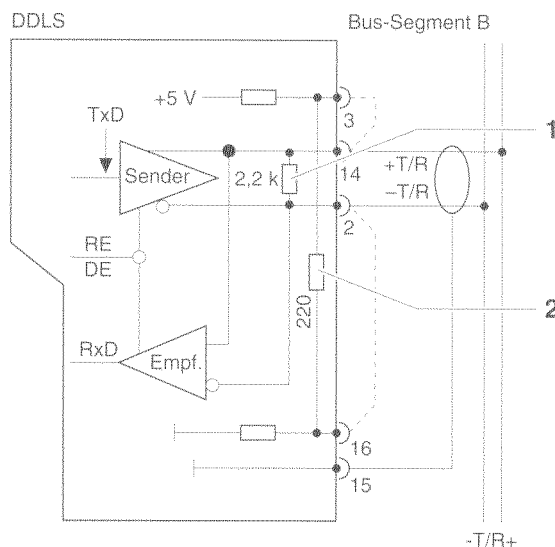

Bild 35 Abschlußwiderstand
Ausgangswiderstand Ausgangswiderstand (1) des RS-485-Schnittstellenmoduls: 2,2 k Ω (siehe Bild 35).
Abschlußwiderstand Mit dem Einsetzen der Brücken wird gleichzeitig ein Abschlußwiderstand (2) von 220 Ω in die Busleitung eingefügt (siehe Bild 35).